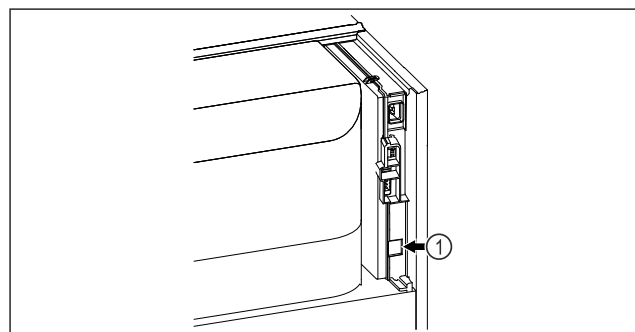

Fig. 84
- ❑ A SmartModule Fig. 84 (1) be van helyezve.